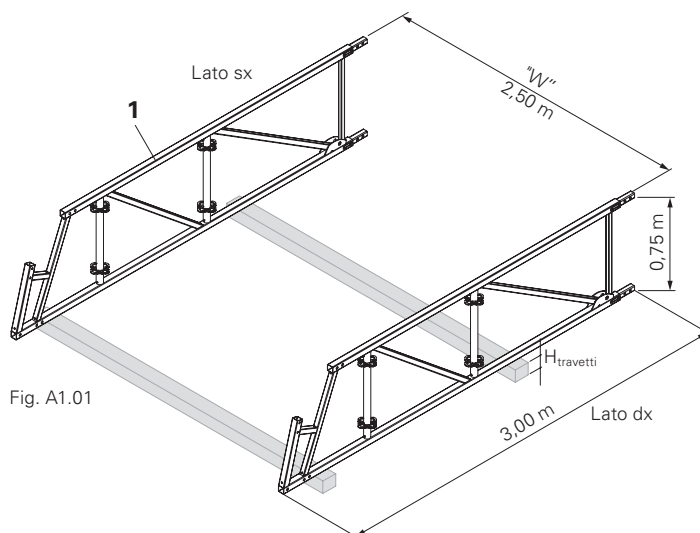

Fig. A1.01
- Se è richiesto un sistema di tensionamento, usare i travetti come mezzo di sostegno in altezza "H_{legno quadrato}" ≥ 16 cm. (Fig. A1.01)
1. Posizionare un elemento gronda (1) su due travetti posizionati trasversalmente.
- I travetti sono usati come contrasto durante il montaggio. (Fig. A1.01)